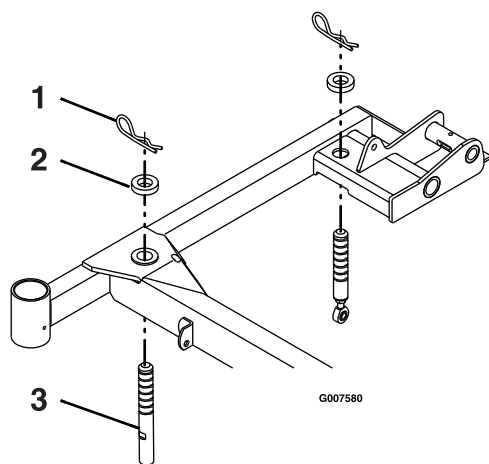

Figura 69
3. Verificate che tutte le coppie si trovino nei fori dell'altezza del piatto del tosaerba di 7,62 cm con i distanziali sotto le coppie (Figura 69).
lama di 7,62 cm nella parte anteriore del piatto e di 8,26 cm nella parte posteriore (Figura 69).